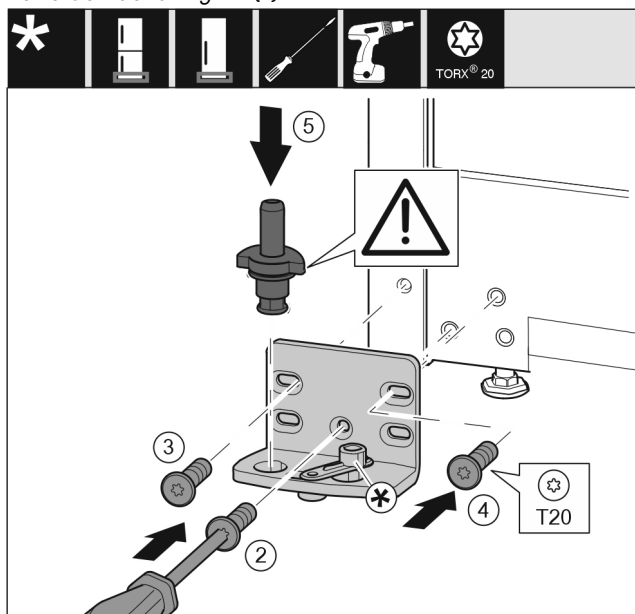

Fig. 13
- Colocar el soporte de apoyo en el otro lado y atornillarlo con la ayuda de un destornillador T20. Empezar por el tornillo 2 en la parte inferior central. Fig. 13 (2)
- Apretar los tornillos 3 y 4. Fig. 13 (3,4)
- Introducir totalmente el perno de apoyo. Asegurarse de que el saliente de retención mire hacia atrás. Fig. 13 (5)